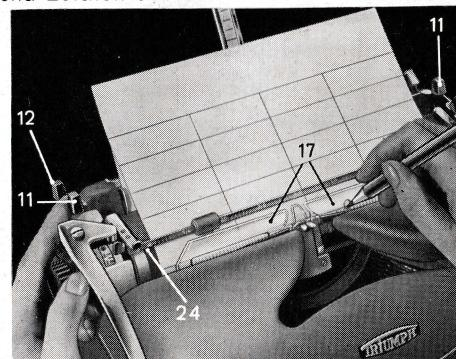

Abb. 6
Um auf eingespanntem Bogen senkrechte und waagrechte Linien ziehen zu können, steckt man die Bleistiftspitze in das Führungslöch des rechten Zeilenrichters. Zum Ziehen der waagrechten Linien wird der Wagen unter Benutzung des Wagenlösers (11) nach links oder rechts bewegt, zum Ziehen senkrechter Linien die Schreibwalze vor- oder zurückgedreht. In letzterem Fall empfiehlt es sich, die Arretierung aufzuheben, indem man den Walzenloser (12) nach vorn legt (Abb. 6).